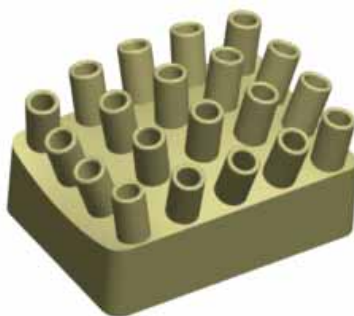

图 52-35
(6) 单击  按钮，完成特征建立，如图 52-35 所示。